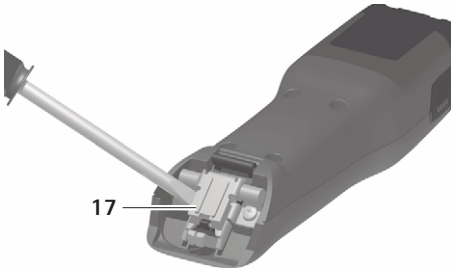

Fig. 1
- Ved lukket knivhengsel: Vipp opp knivhengsel 17 med skrutrekker, gukka Fig. 1.